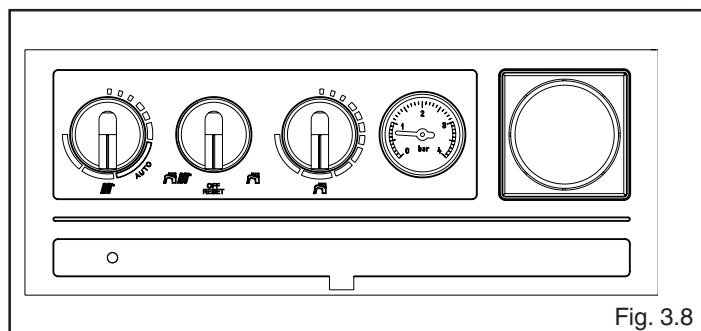
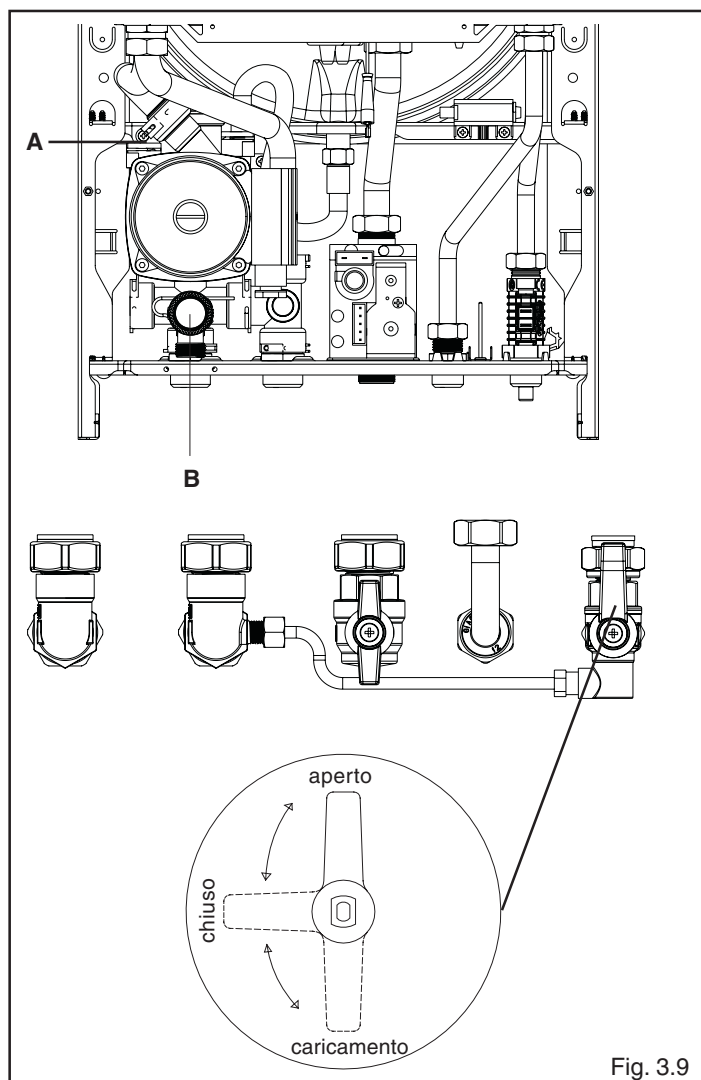

Fig. 3.8
Fig. 3.9
- aprire di due o tre giri il tappo della valvola di sfogo aria automatica (A, fig. 3.8)
- posizionare il selettore di funzione su OFF/RESET (fig. 3.8)
- portare la leva del rubinetto di entrata acqua fredda sulla posizione "caricamento" (fig. 3.9) fino a che l'idrometro (fig. 3.8), indica valori di pressione compresi tra 1 e 1,5 bar.
- posizionare successivamente la leva (fig. 3.9) sulla posizione "aperto"
- spegnere la caldaia posizionando il selettore di funzione su OFF/RESET (fig. 3.8)
- posizionare la leva del rubinetto di entrata acqua fredda su una posizione diversa da "caricamento" (aperto o chiuso) (fig. 3.9)
- ruotare la manopola della valvola di sicurezza (B, fig. 3.9) per svuotare la caldaia
- posizionare la leva del rubinetto di entrata acqua fredda su "chiuso" (fig. 3.9)